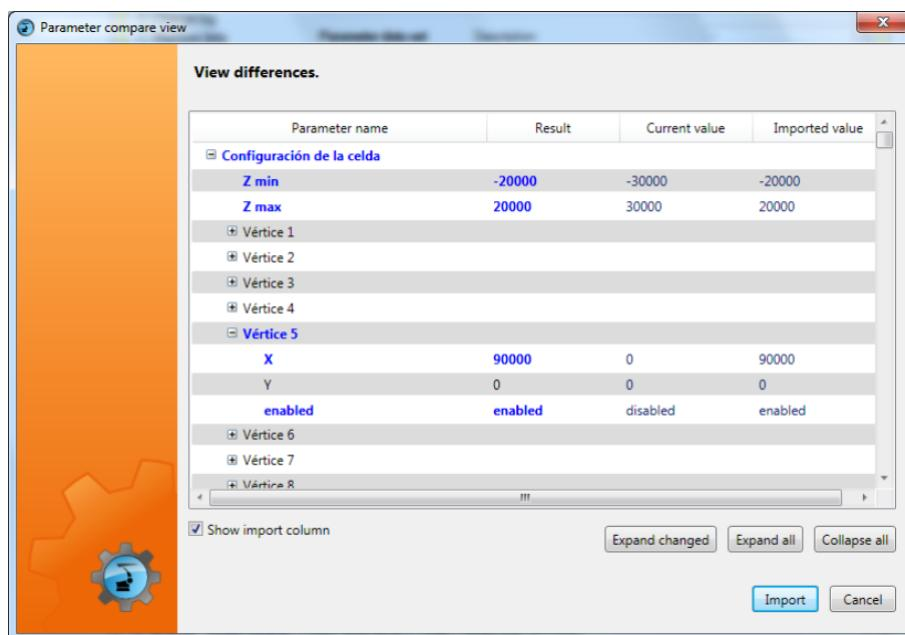

Fig. 7-2: Ejemplo: Visualización de las diferencias
7. Si no existen errores: En la ventana de importación se muestran las diferencias entre los valores existentes y los valores que se van a importar (**>>> Fig. 7-2** ).